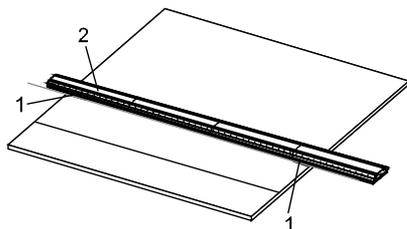

Fig. 14
3. Placez le guide de rail (2) sur la pièce. Alignez le bord de coupe du rail avec la ligne de coupe (1) (Fig. 14).